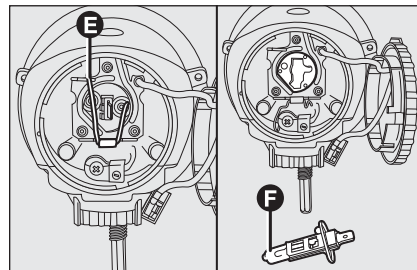

fig. 31
- ☐ desenganche el muelle **E**-fig. 31 y saque la lámpara **F**;